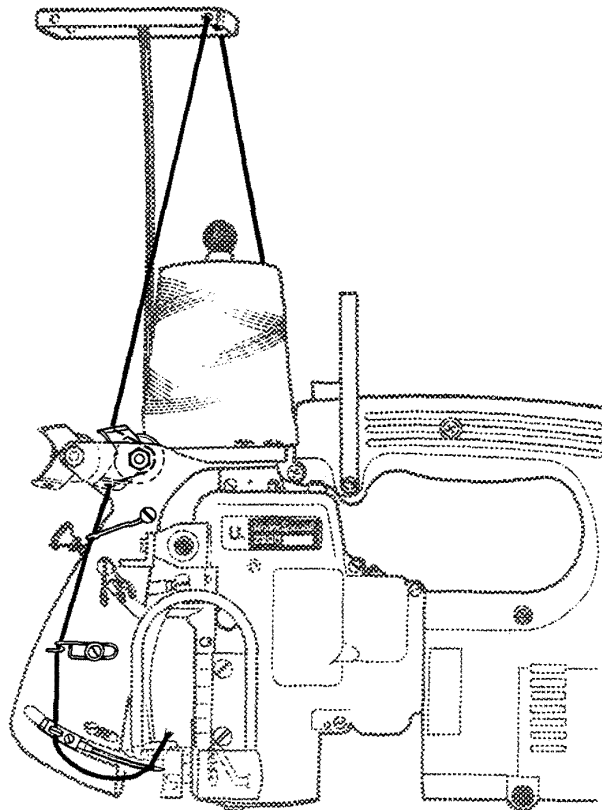

Fig.4
Lösen Sie die Schraube (A, Fig. 3), und stellen Sie die Fadenstange (B) so, daß ihr unteres Ende mit der Unterseite des Garnrollenträgers (C) bündig ist. Ziehen Sie die Schraube (A) wieder an. Prüfen Sie die Einfädung der Maschine. Beachten Sie die Einfädanleitung Fig. 4 und den Abschnitt "EINFÄDELN".
Thread the machine as shown in Fig. 4.
For threading the looper (double locked stitch machines only) open the hinged cover (A, Fig. 4) and turn motor handwheel in operating direction until the needle is in its lowest position below the throat plate. Reclose hinged cover (A) after threading.
The tension (L, Figs. 4 and 13) controls the looper thread and the tension (N) controls the needle thread. Only a slight tension should be applied on the looper thread. The tension applied on the needle thread depends upon the size of the thread and the thickness of the fabric to be sewn and has to be regulated till the machine sews and chains off perfectly.
The presser foot pressure is regulated with the knurled regulating screw (B, Fig. 4).
Fädeln Sie die Maschine wie in Fig. 4 gezeigt ein.
Zum Einfädeln des Greifers (nur bei Doppelkettenstichmaschinen) öffnen Sie die Verschußklappe (A, Fig. 4) und drehen am Motor-Handrad in Drehrichtung bis die Nadel in der tiefsten Stellung unter der Stichplatte ist. Schließen Sie nach dem Einfädeln die Verschußklappe (A) wieder.
Die Spannung (L, Fig. 4 und 13) reguliert den Greiferfaden und die Spannung (N) den Nadelfaden.
Der Drückerfußdruck wird mit der gerändelten Stellschraube (B, Fig. 4) reguliert.
Loosen the screw (D, Fig. 4) for the needle and draw out the needle. Insert the shank of the new needle as far as it will go into the needle seat and with the flat on the shank facing to the front.
Lösen Sie die Schraube (D, Fig. 4) für die Nadel und ziehen Sie die Nadel heraus. Stecken Sie den Kolben der neuen Nadel bis zum Anschlag in den Nadelsitz und so, daß die Fläche am Kolben nach vorne zeigt.